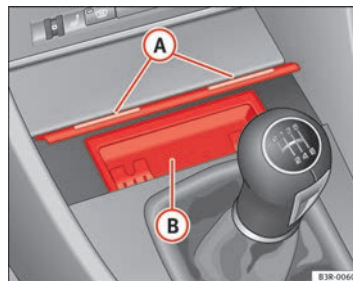

Fig. 131 Consola central: Cenicero abierto
- Presione brevemente sobre la moldura frontal del cenicero (A) ⇒ fig. 131.
- Agarre la carcasa del cenicero (B) ⇒ fig. 131 por sus concavidades laterales y extraígalas hacia arriba.